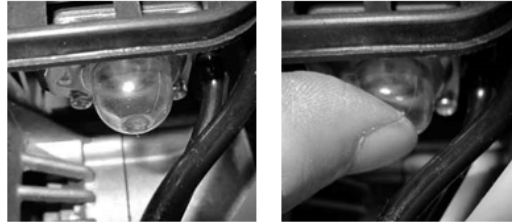

Fig.12
- 1) Pressione o cilindro de escorva várias vezes até que este fique cheio de combustível. (fig. 12)